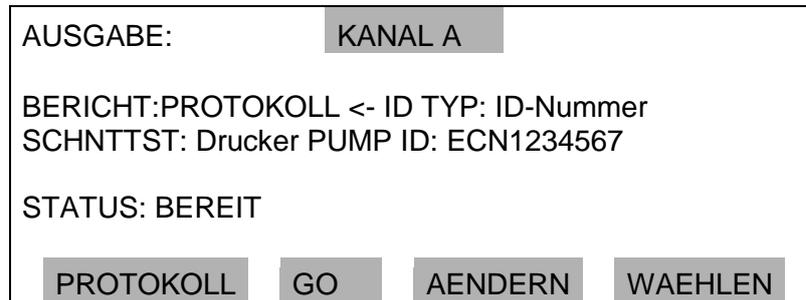

Abb. 4-13: AUSGABE - Untermenü
Durch Drücken der **AUSGABE** Taste auf der PROTOKOLL - Anzeige erscheint das AUSGABE - Untermenü des Kanals (Abb. 4-13). Dieses Untermenü wird zum Senden des Protokolls / der Logdatei, zu entweder der parallelen Druckerschnittstelle oder der seriellen Schnittstelle bzw. wenn notwendig zu beiden, genutzt.
- c. Drücken Sie die **WAEHLEN** Taste, so dass sich der Cursor auf den Parameter **SENDEN ZU:** bewegt. Drücken Sie **AENDERN**, um entweder die parallele Druckerschnittstelle oder die serielle Schnittstelle als Ausgabe zu wählen. Wenn die gewählte Schnittstelle noch nicht belegt ist, gibt die **STATUS - Zeile BEREIT** an, wie in Abb. 4-13 veranschaulicht wird.
- h. Wenn der gewählte Ausgabeauftrag beendet ist, wird die AUSGABE-Anzeige zurück zu ihrem ursprünglichen Status gehen, wie es in Abb. 4-13 dargestellt ist.